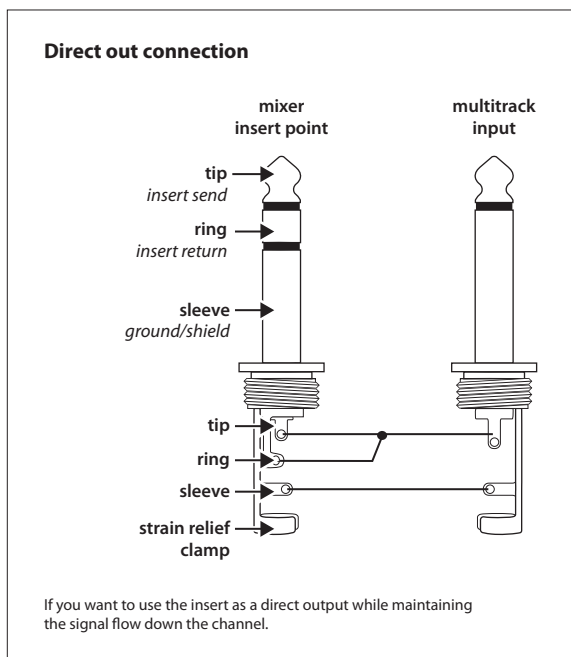

图 7.5: 直接输出连接
- ◆ 插入端也可以不影响信号流量的情况下作均衡前直接输出使用。请见图 7.5" 直接输出连接"。